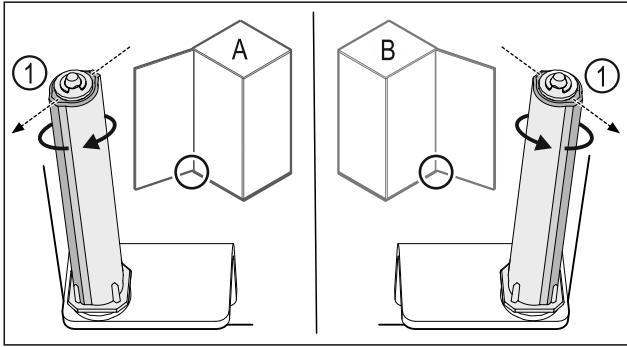

Fig. 44 Ľavý doraz (A)/pravý doraz (B)
- Otáčajte systém zatvárania proti odporu, kým nebude mostík systému zatvárania Fig. 44 (1) ukazovať von.